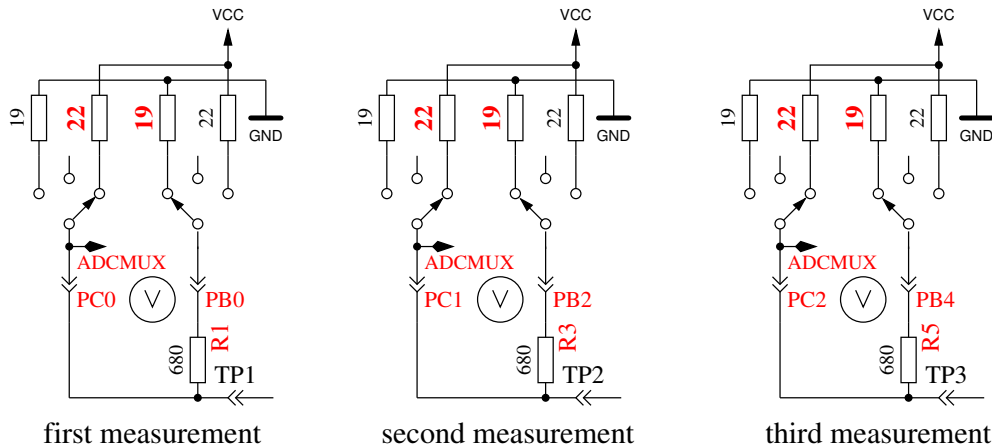

Abbildung 5.43: Messung des Innenwiderstandes des auf VCC geschalteten Port C Ausgängen.
8. **Messung des Innenwiderstandes von auf VCC geschalteten Port Ausgängen.** Der benötigte Strom wird von auf GND geschalteten 680Ω Widerständen geliefert. Es ist die gleiche Messung wie die in Test 7 zur anderen Seite, wie in Abbildung 5.43 gezeigt wird. Der Innenwiderstand wird wie folgt berechnet: $(5001 - (ErgebnisvonTest7) - (ErgebnisvonTest8)) / 680$. Die Widerstandswerte ergeben sich, wenn die gemessene Spannung durch diesen Strom dividiert wird. Der gefundene Mittelwert der Innenwiderstände der Ausgabe-Ports wird im EEprom festgehalten. Das Ergebnis für diesen Test wird dann in Zeile 1 mit dem Text „RI_Hi=“ in Ω angezeigt, der Innenwiderstand zur GND Seite wird in Zeile 2 mit dem Text „RI_Lo=“ angezeigt. Diese Werte stehen dann für weitere Messungen zur Verfügung.